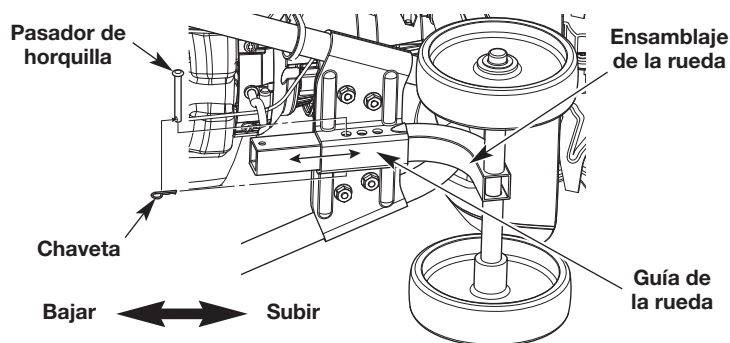

Fig. 1
1. Apoye la unidad sobre un costado (Fig. 1).
2. Inserte el ensamblaje dentro de la guía de la rueda (Fig. 1)
3. Inserte el pasador de horquilla a través de la guía y el ensamblaje de la rueda y asegúrelo en su lugar con la chaveta (Fig. 1).
2. Quite la chaveta y el pasador de horquilla de la guía y el ensamblaje de la rueda (Fig. 1).
4. Inserte el pasador de horquilla a través de la guía y el ensamblaje de la rueda y asegúrelo en su lugar con la chaveta (Fig. 1).